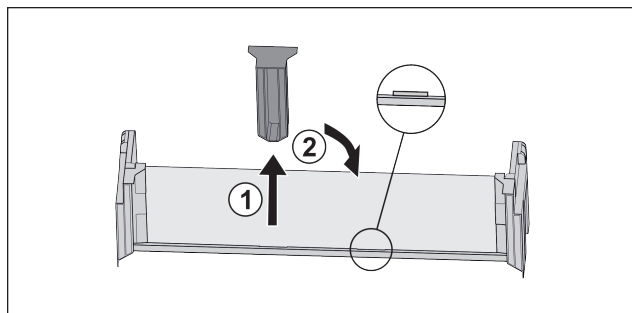

Fig. 114
- ▶ Stiahnite stredný prídržný diel Fig. 114 (1).
- ▶ Nasadte stredný prídržný diel do druhej pozície Fig. 114 (2).